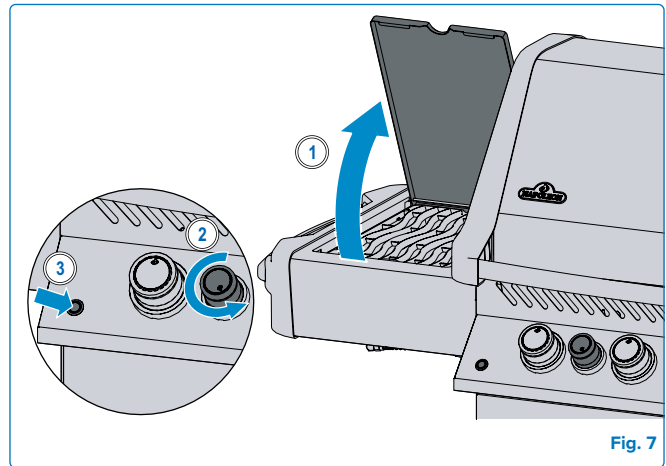

Fig. 7
4. Si el quemador no se enciende – gire la perilla de control del quemador en el sentido de las manecillas del reloj a la posición de APAGADO (OFF). Espere 5 minutos. Repite los pasos 2 y 3. **(Fig. 7).**